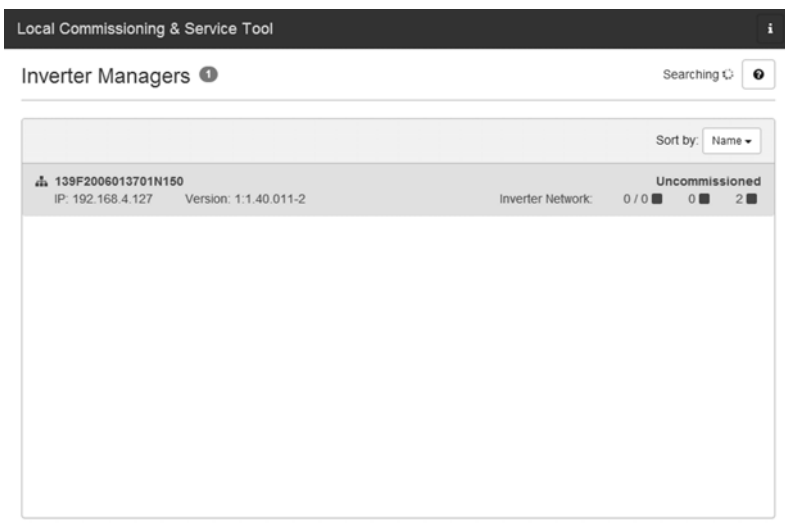

Figura 5.2 LCS-Tool – Schermata iniziale
2. La schermata a questo punto mostra un elenco di tutti gli Inverter Manager (v. figura 5.2). Per avviare la procedura guidata, fare clic sull'Inverter Manager da configurare. Facendo clic sull'Inverter Manager vengono visualizzati gli inverter rilevati dall'Inverter Manager. Gli inverter non messi in servizio (senza codice di rete assegnato) sono riportati con una cornice blu insieme alla loro versione software.